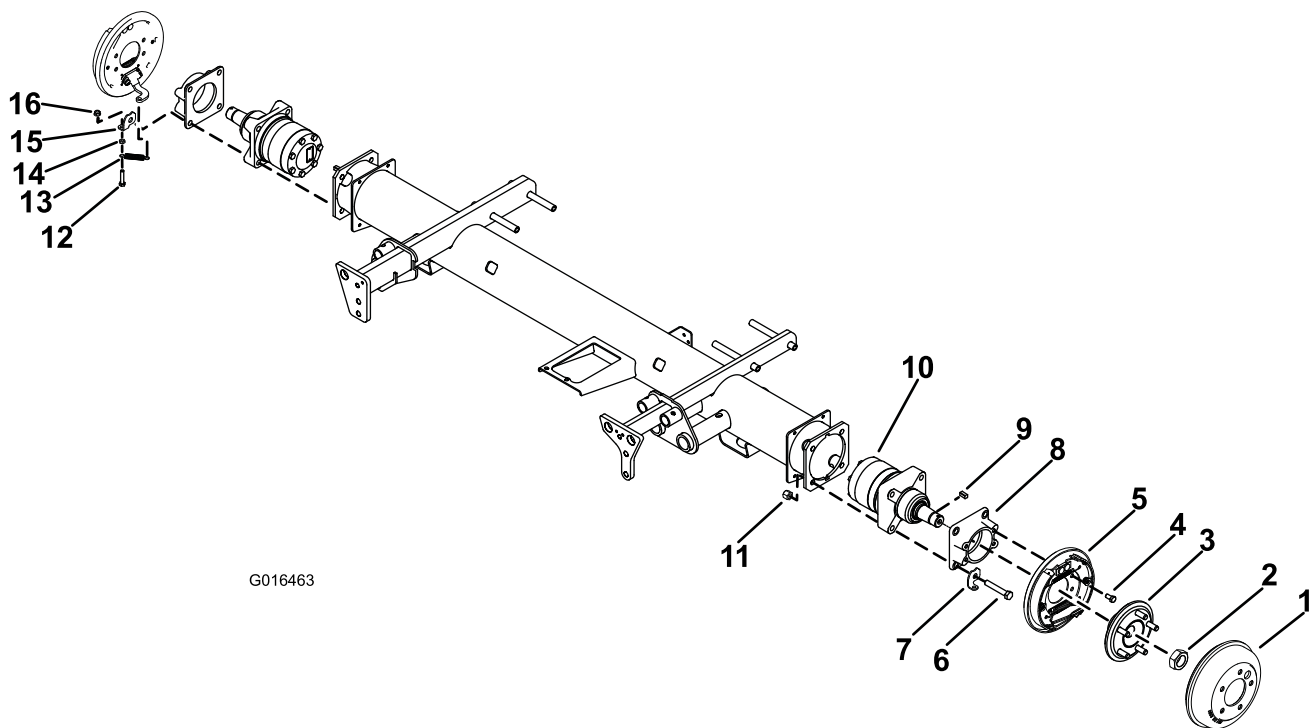

图1
3. 旋松将轮毂固定至车轮马达的锁紧螺母，但不要完全拆下（图1）。至少将锁紧螺母旋松两圈。
5. 从马达轴上卸下锁紧螺母和轮毂（图1）。
6. 卸下将制动器总成固定到制动适配器上的 4 个螺丝，然后取下制动总成（图1）。
12. 卸下将制动适配器、车轮马达和弹簧夹固定到机架上的 4 个锁紧螺母（图1）。
注意： 上紧螺丝扭矩至 91~113N·m。确保弹簧夹的位置如图1 中所示。